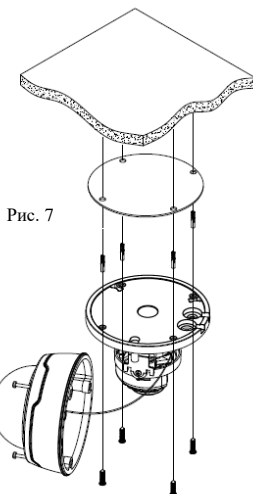

Рис. 7
1. Перед установкой камеры на поверхность, отделите крышку корпуса камеры, открутив 3 винта при помощи шестигранника. Используя шурупы и дюбеля, закрепите основание камеры в подготовленные отверстия (рис. 7).